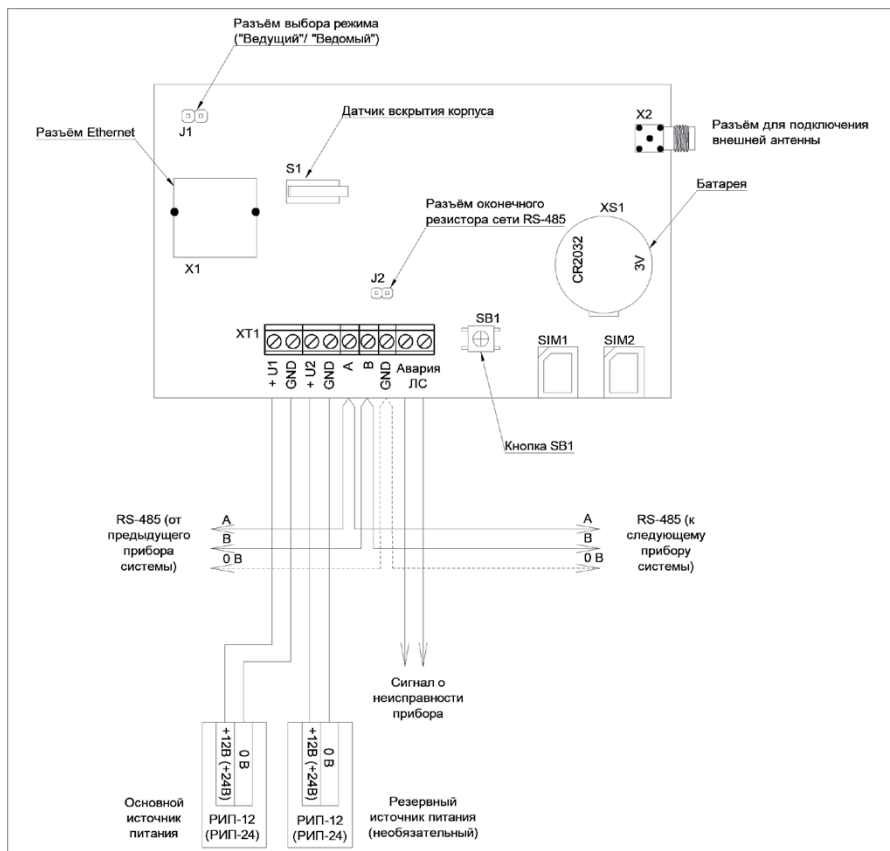

Рисунок 6. Схема подключений «C2000-PGE исп.01»
1.3. Подключение соединительных линий производите в соответствии с проектной документацией и схемой на Рисунок 6.